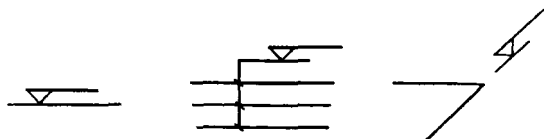
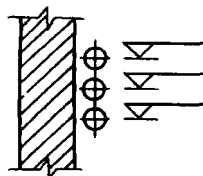

图 1-3 平面图和系统图的标注方法
图 1-4 剖面图中管道标高注法
(4)标注方法。平面图、系统图按图 1-3 所示的方式标注,剖面图按图 1-4 所示的方式标注。